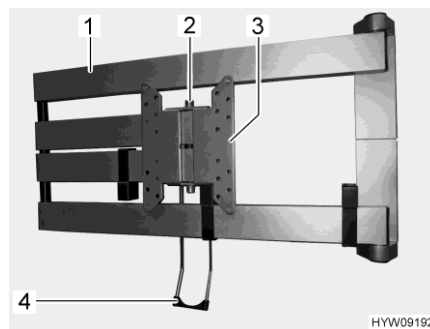

Fig. 46 Brazo articulado
- Tirar del estribo de desbloqueo (Fig. 46,4). El brazo articulado (Fig. 46,1) estará desbloqueado.